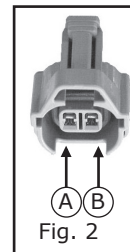

Fig. 2
**Cod. SA144J:** va utilizzato se il positivo degli iniettori benzina è sul PIN A e il negativo sul PIN B, fare riferimento alla fig. 2.
**Cod. SA144JINV:** va utilizzato se il positivo degli iniettori benzina è sul PIN B e il negativo sul PIN A, fare riferimento alla fig. 2.
Il cablaggio **Cod. SA144SJ** è provvisto di spinette tipo JAPAN e di cablaggio allungato per poterlo installare su vetture SUBARU con motore BOXER. Va utilizzato **SOLO** se il positivo degli iniettori benzina è sul PIN B e il negativo sul PIN A, fare riferimento alla fig. 2.